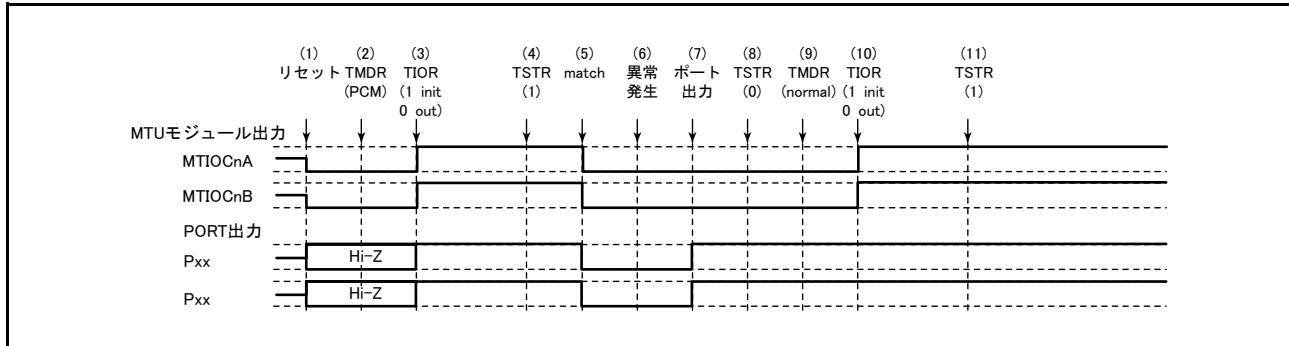

図 16.159 位相計数モードで異常が発生し、ノーマルモードで復帰する場合
位相計数モードで異常が発生し、再設定後ノーマルモードで再スタートする場合の説明図を図 16.159 に示します。
- (1) ~ (8) は図 16.159 と共通です。
- (9) PWM モード1を設定します。
- (10) TIOR レジスタで端子を初期化してください (PWM モード1では MTIOCnB (MTIOCnD) 端子に波形が出力されません。出力すべきレベルがある場合は、I/O ポートのデータディレクションレジスタ (DDR)、データレジスタ (DR) で汎用出力ポートの設定をしてください)。
- (11) TSTR レジスタで再スタートします。
(19) 位相計数モードで動作中に異常が発生し、PWM モード2で再スタートする場合の動作
- (9) PWM モード2を設定します。
- (10) TIOR レジスタで端子を初期化してください (PWM モード2では周期レジスタの端子に波形が出力されません。出力すべきレベルがある場合は、I/O ポートのデータディレクションレジスタ (DDR)、データレジスタ (DR) で汎用出力ポートの設定をしてください)。
(20) 位相計数モードで動作中に異常が発生し、位相計数モードで再スタートする場合の動作
(1) ~ (8) は図 16.159 と共通です。
(9) 位相計数モードで再スタートする場合には必要ありません。
(10) TIOR レジスタで端子を初期化してください。
(11) TSTRA レジスタで再スタートします。
(21) 相補 PWM モードで動作中に異常が発生し、ノーマルモードで再スタートする場合の動作